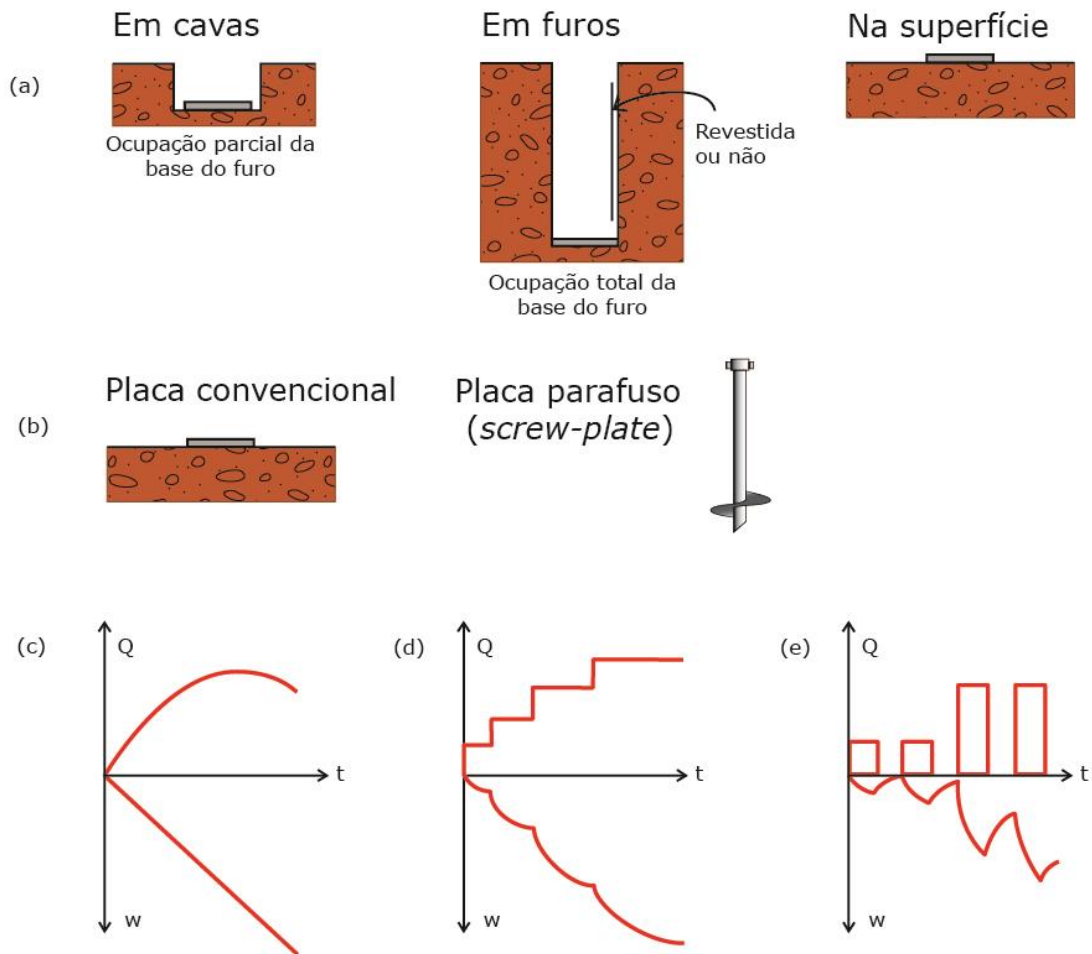

Figura 25: Os vários tipos de ensaios de placa
- Localização: na superfície, em cavas, em furos (Figura 25^a);